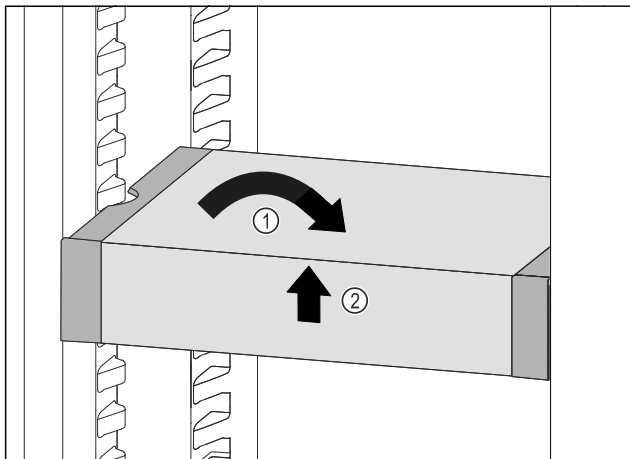

Fig. 80
- ▶ Изправете VarioSafe. Fig. 80 (1)
- ▶ Повдигнете VarioSafe отпред. Fig. 80 (2)